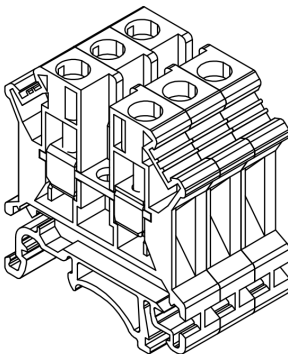

Рисунок 1
- Сгруппируйте одинаковые клеммы в блок открытой боковиной в одном направлении (рисунок 1).